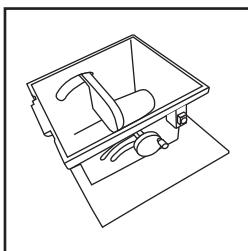

Fig. 2
- Retournez le corps principal de l'outil et placez-le sur un établi ou une surface similaire propres, stables et robustes (**Fig. 2**).